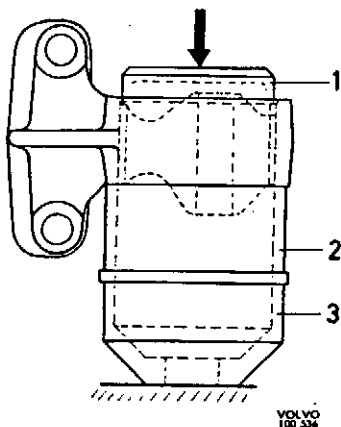

Abb. 19 Gummikissen abbauen
2. Mit Hilfe der Hülse des Werkzeuges SVO 2437 (3 — Abb. 19), und der Distanzhülse (2) als Unterlage ist das Kissen mittels der Platte (1) herauszupressen